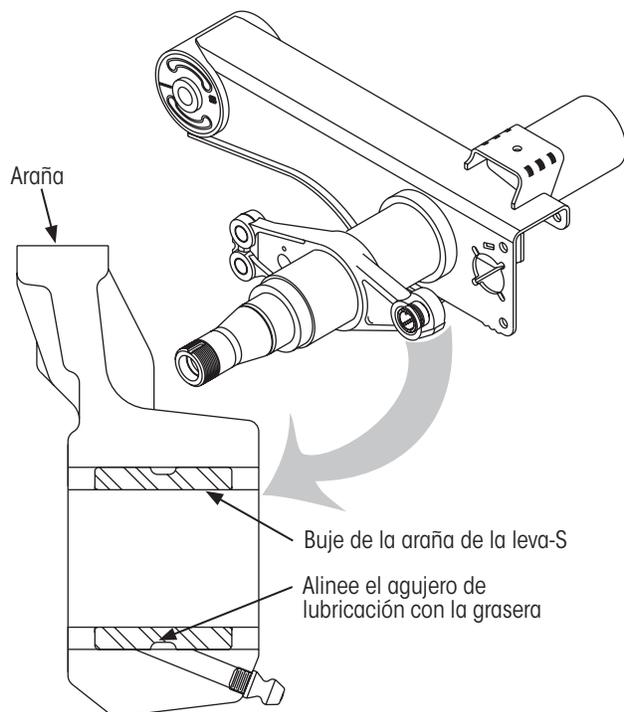

Figura 12: Detalles de instalación del buje de la araña
7. **Oriente** el buje nuevo para que los agujeros de lubricación se alineen con la grasería en la araña (Figura 12).